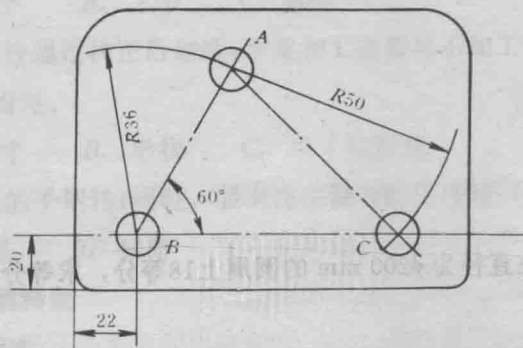

图3-1
3. 用精密划线法加工如图3-1所示的钻模板, 试计算C孔的坐标尺寸。